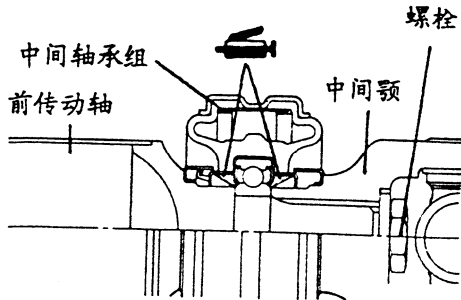

图 4-85 安装中间轴承组与中间颚
- (1) 按图 4-85 所示将中间轴承组安装在前传动轴上。
- (2) 对正中间颚与前传动轴的配合记号。
- (3) 在锁紧螺栓时装入中间轴承组。